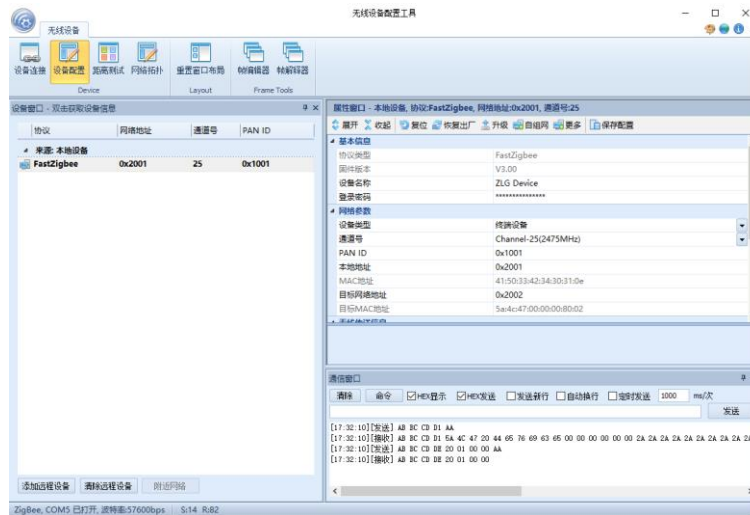

图 3.4 基本属性
- 6、修改完成后，需要点击属性窗口工具栏上的【保存配置】，才能使得参数生效，如图 3.4 所示。